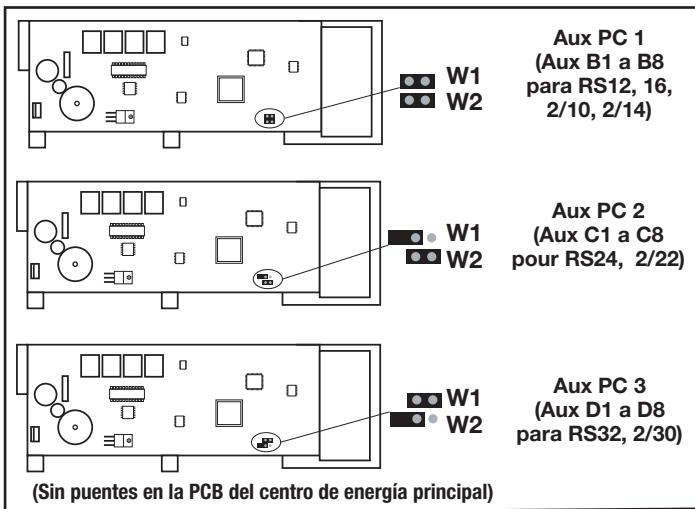

**Figura 22. Cableado de múltiples centros de energía**
- Los centros de energía auxiliar pueden cablearse “en serie”, a partir del centros de energía principal (línea continua) o cablearse “en paralelo” desde el centro de energía principal (línea discontinua). Consulte la Figura 22.